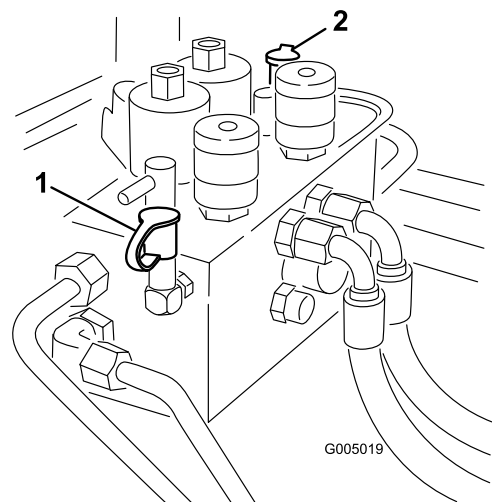

Figura 81
2. El punto de prueba B (Figura 81) se utiliza para localizar problemas en el circuito hidráulico de las unidades de corte delanteras.
3. El punto de prueba C (Figura 81) se utiliza para localizar problemas en el circuito hidráulico de las unidades de corte traseras.